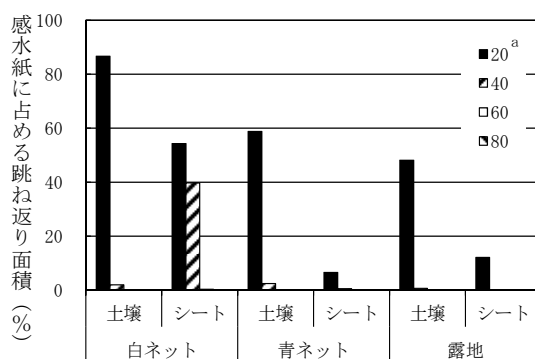

図3 感水紙を用いた灌水の跳ね返り状況
5. 灌水時の水の跳ね返りは、水が表面に溜まりやすい細かい目合のネットほど多く、青ネットおよび露地では、防草シートを設置することで抑制が可能であった(図3)。